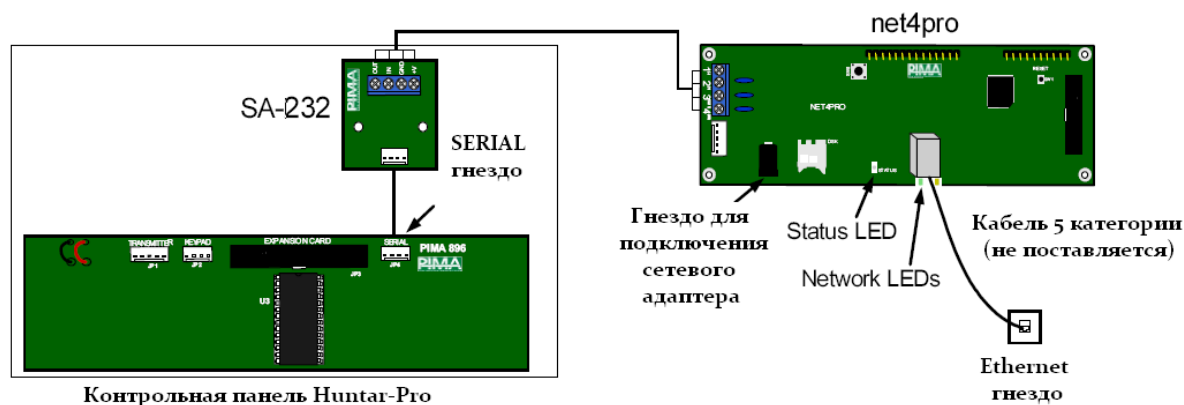

Рисунок 1. Подключение Net4Pro (new)
- 1.4 Подключить к модулю передачи Ethernet сетевой кабель (Рисунок.1)